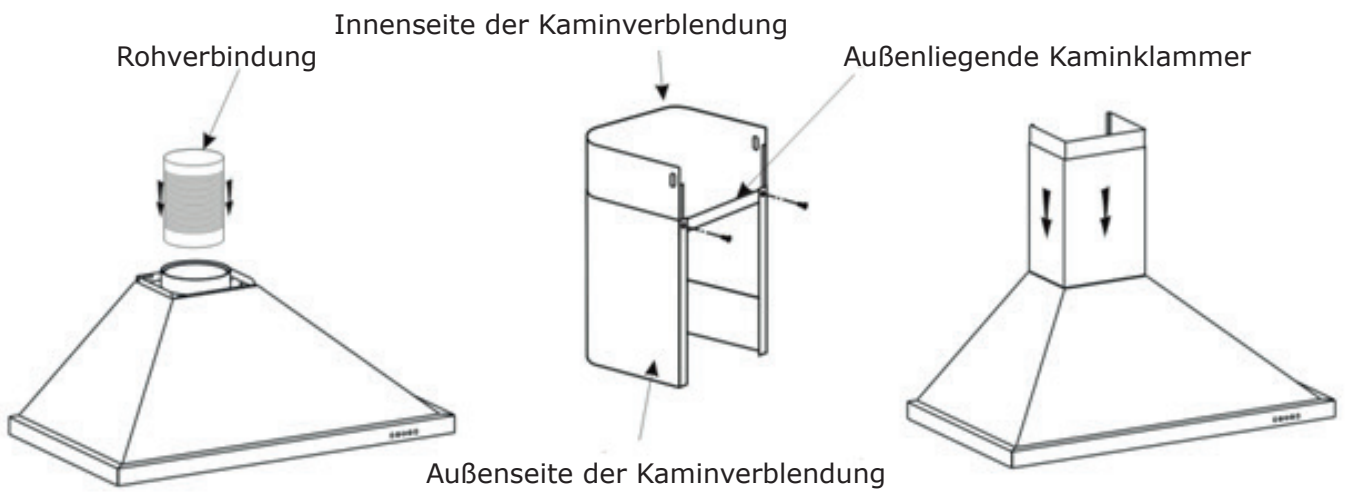

Bild 3
- 1.3 Fixieren Sie bitte die außenliegende Klammer für die Kaminverblendung an der Außenseite der Verblendung und überprüfen Sie, ob die innere Kaminverblendung in der Höhe frei beweglich ist. Als nächstes installieren Sie die Rohrverbindung und die Kaminverblendung auf der Haube. Siehe hierzu Bild 3.